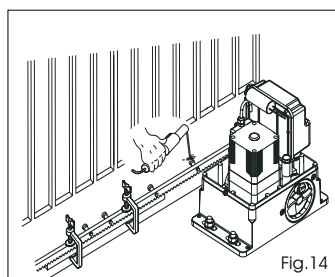

Fig. 14
5) Acerque otro elemento de cremallera al precedente utilizando, para sincronizar la dentadura de los dos elementos, una pieza de cremallera como se indica en la Fig. 14.